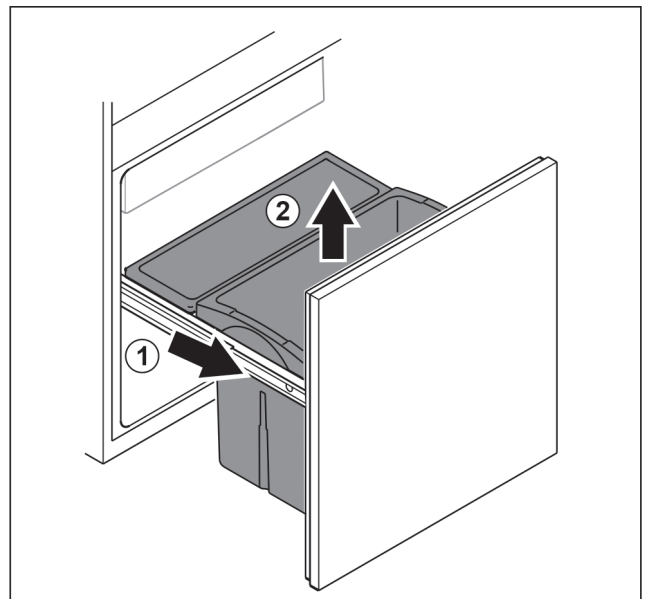

Fig. 100
- ▶ Tirer le chariot coulissant jusqu'en butée. Fig. 100 (1)
- ▶ Retirer le tiroir par le haut. Fig. 100 (2)